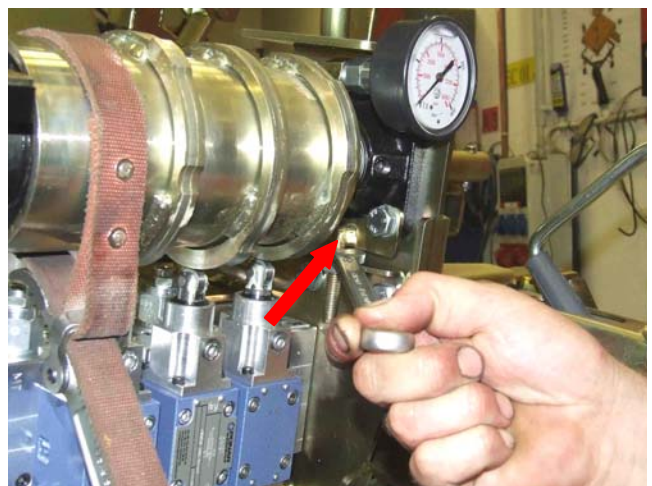

Fig.12
12. Irrota ylempi lukitusmutteri (rummun oikealla puolella) → Fig.12